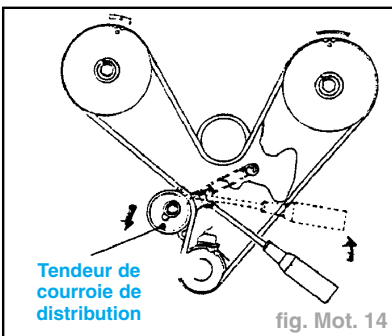

fig. Mot. 14
- 15 Couvercle extérieur de courroie de distribution (A)
- 16 Couvercle extérieur de courroie de distribution (B)
- 17 Couvercle extérieur de courroie de distribution (C)
- Desserrer le boulon de tendeur de la courroie de distribution et tourner le tendeur de courroie de distribution dans le sens inverse des aiguilles d'une montre le long du trou allongé (fig. Mot. 14).